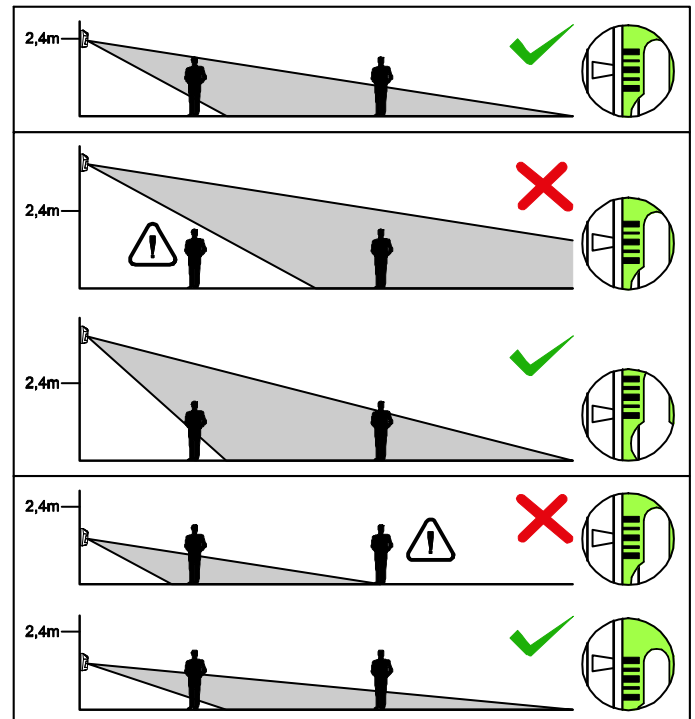

Рис. 3. Влияние высоты монтажа на защищаемую извещателем зону и способ позиционирования пирозлемента по отношению к линзе с целью оптимальной установки.
- 7 – градуировка для позиционирования пирозлемента по отношению к линзе (см.: таблицу 1 и рисунок 3).
6. Закрепите плату электроники, учитывая высоту монтажа извещателя (см.: таблицу 1 и рисунок 3).